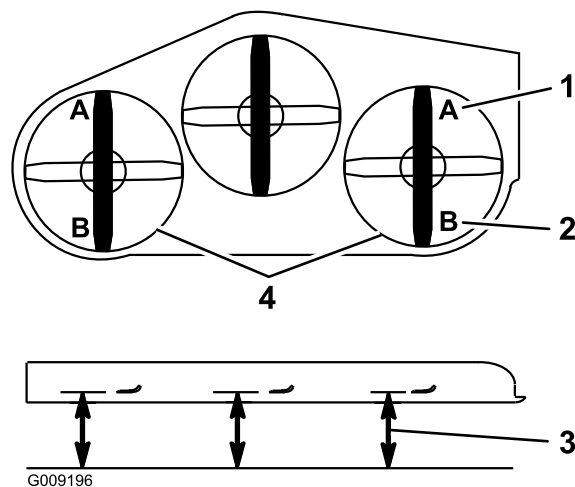

Figura 96
9. Em ambos os lados da plataforma, meça do nível da superfície até à ponta dianteira da lâmina (Posição A) como se mostra na Figura 96.
15. Em ambos os lados da plataforma, meça do nível da superfície até à ponta traseira da lâmina (posição B) como se mostra na Figura 96.